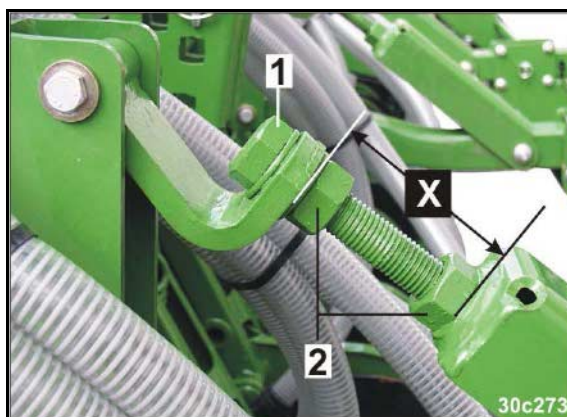

Bild 91
Rulltrycket ställs in genom att avståndet „X“ (Bild 91) till alla segment ändras med skruven enligt (Bild 91/1).
3. Lossa två låsmuttrar (Bild 91/2).
5. Dra åt låsmuttrarna (Bild 91/2).